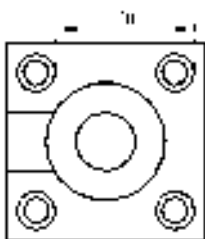

图 5.2.41 尺寸显示
- 如果在“选择参考”对话框先选择  命令, 再按住 Ctrl 键选取图 5.2.40 所示的两段圆弧, 在图 5.2.40 所示的位置单击中键, 则在视图中显示尺寸的结果如图 5.2.41 所示, 尺寸标注时尺寸界线相切于哪一侧取决于在选取圆弧时所选取的圆弧上的点的位置。